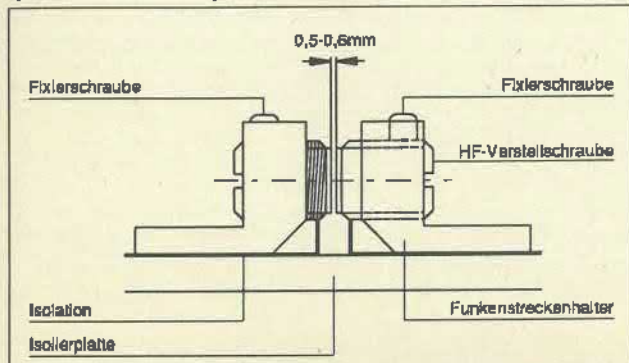

Abb. 13 Funkenstrecke des Zündgerätes FHF 5-1
Eine Vergrößerung des Elektrodenabstandes an der Funkenstrecke (Abb. 13) bringt eine höhere Ausgangsspannung, die Häufigkeit der Zündimpulse nimmt hingegen ab.
Justieren der Funkenstrecke: Abb. 13, 14
10. Darauf folgend HF-Verstellschraube ca. 1/2 Umdrehung nach links drehen. Damit entsteht automatisch ein Funkenstrecken-Abstand von 0,5 - 0,6 mm (Abb. 13)